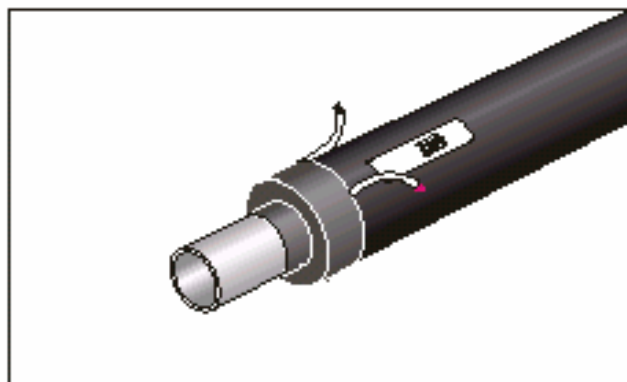

рис.21
3.6.5 Перед монтажем одно/двороз'ємної коробки (А-2-02/03) – на закінченнях попередньоізольованих труб встановити кінцеві рукави, проводи СДКМ вивести назовні в ізоляційній трубці (рис.21)